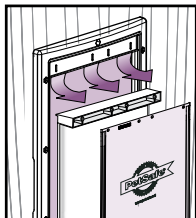
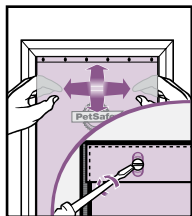

FIG. 15
FIG. 16
3. Ved udskiftning af isoleringslemmen skal lemholderen fjernes sammen med den påmonterede isoleringslem (fig. 15). Fjern skrueerne, isoleringslemmen og bagpladen fra bagsiden af lemholderen. Indsæt den nye isoleringslem mellem lemholderens bagside og bagpladen. Udskift og spænd skrueerne fast (fig. 16).